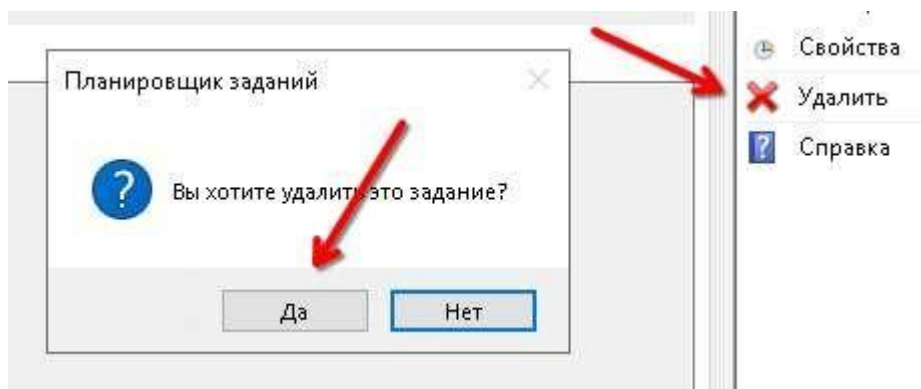

Рисунок 1.16
3.1.2. В правой части экрана нажать «Удалить», после чего в окне «Вы хотите удалить это задание?» нажать «Да» (рис. 1.16).